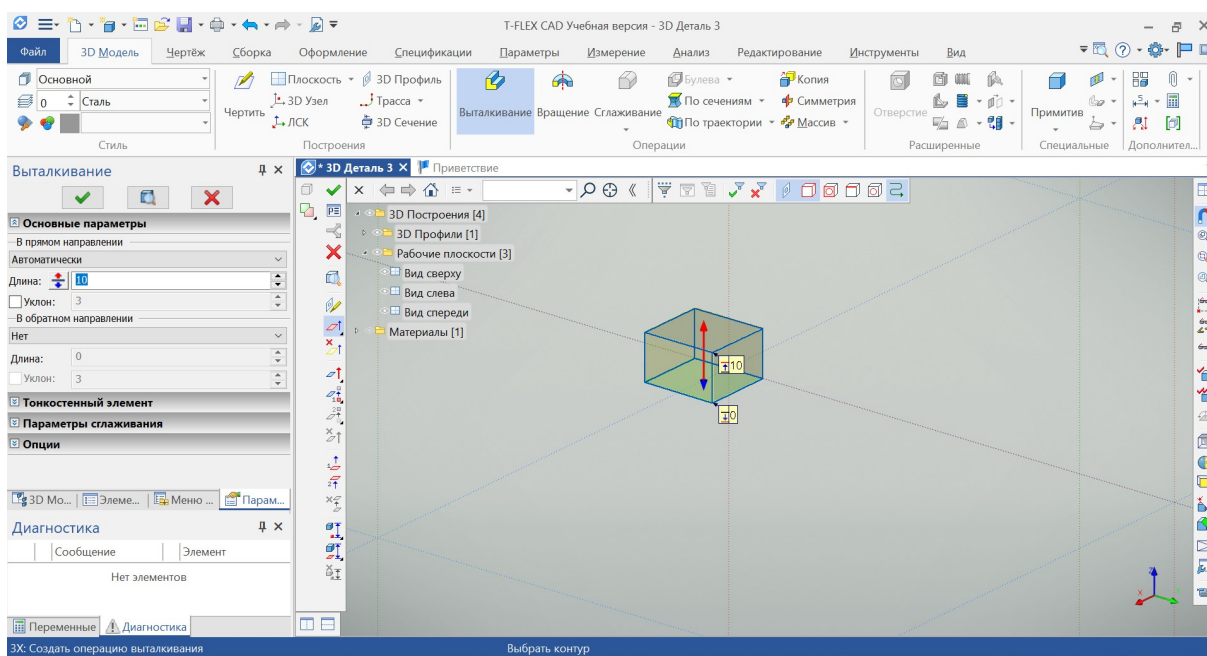

Рис. 54
8. Выбираем операцию выталкивания – кнопка  или **Выталкивание**. В рабочем окне (рис. 54) появится примерное изображение будущего 3D-элемента с двумя стрелками, указывающими два возможных направления выталкивания относительно рабочей плоскости, в которой вычерчен эскиз: красная – в прямом направлении (в данном случае вверх), синяя – в обратном направлении (вниз). Здесь же указаны соответствующие им размеры расстояния выталкивания. Слева же появляется панель параметров, тоже с группами настроек «В прямом направлении», «В обратном направлении» и еще с несколькими другими.